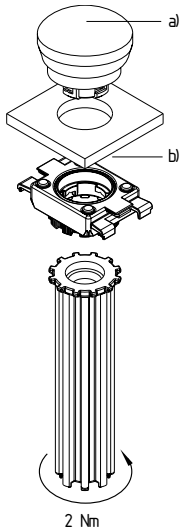

Fig. 2
- Montaje de cabezal de Paro de Emergencia y brida de montaje con ayuda de la herramienta de montaje RMW mediante "giro a la derecha" (véase fig. 2):